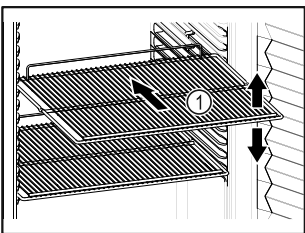

Fig. 74 Приблизне відображення
- ❑ Якщо решітки для зберігання Fig. 74 (1) знімні, відрегулювати по висоті.